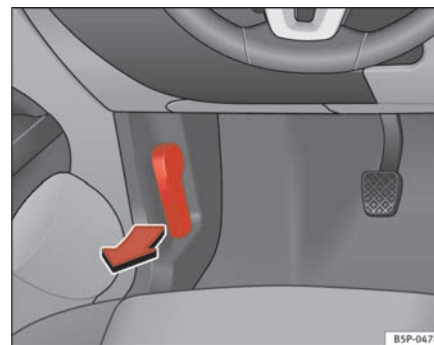

Fig. 153 Detalle de la zona reposapiés del lado del conductor: palanca para el desbloqueo del capó del motor.
- Tire de la palanca que se encuentra bajo el tablero de instrumentos ⇒ página 226, fig. 153 en el sentido que indica la flecha. El capó queda desbloqueado por la acción resorte del muelle ⇒ .